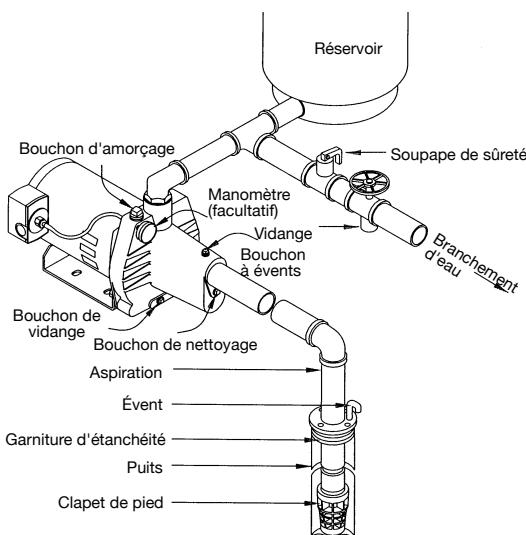

Fig. 2a PUITS PEU PROFOND (AVEC CLAPET DE PIED)
- d) Branchement d'eau: Il faudrait raccorder le branchement d'eau comme l'indiquent les fig. 2a, b, c ou d. Le diamètre de la conduite de branchement d'eau est en rapport direct avec le volume d'eau requis et la longueur de la conduite elle-même. Le diamètre de la conduite choisie devrait être assez grand pour que la hauteur de la perte de charge (établie à l'aide du tableau 2, Diagramme de perte de charge) ne dépasse jamais plus de 20 pi. (6 m).